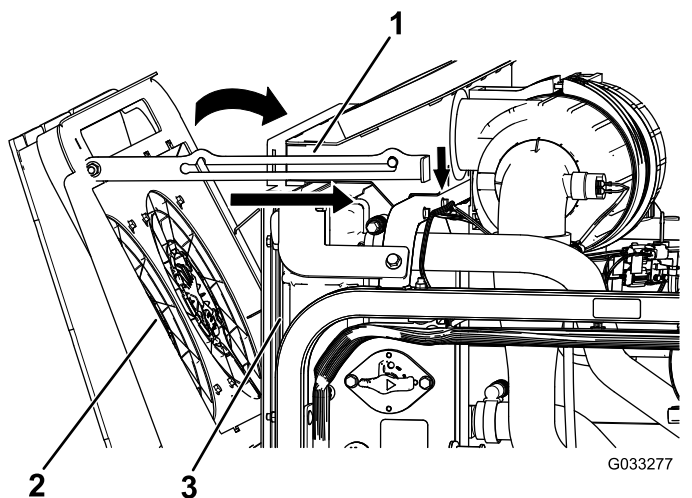

Figura 121
4. Rode as ventoinhas de refrigeração do motor para a frente e fixe a barra de apoio no entalhe (Figura 121).